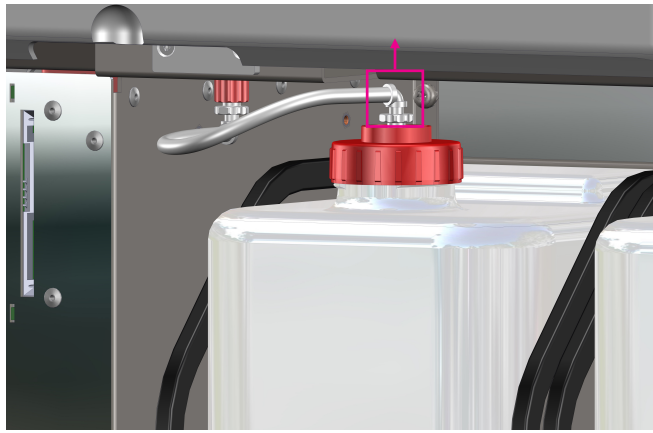

Figura 56
4. Desconecte el conector LUER de la tapa de rosca del recipiente de residuos (Figura 56).